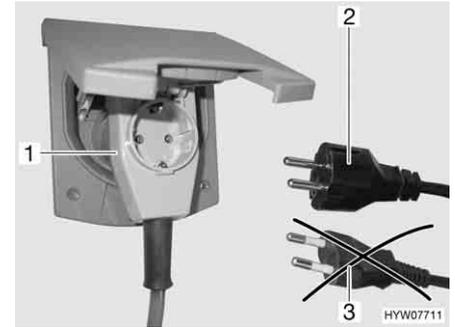

Fig. 158 Raccordement à un adaptateur coudé avec prise de courant
- ▶ Lors de l'utilisation d'un adaptateur coudé CEE 17 muni d'une prise à l'arrière (Fig. 158,1), se servir uniquement d'un connecteur en caoutchouc et scellé IP 44 avec contact de mise à la terre (Fig. 158,2). Ne pas utiliser de connecteur sans contact de mise à la terre (Fig. 158,3).